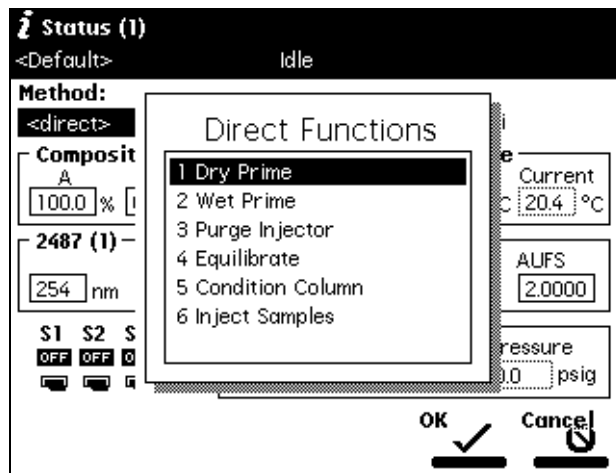

图 4-7 导引功能菜单
2. 按 **Direct Function** (导引功能) 屏幕键。出现导引功能的列表, 如图 4-7 所示。表 4-2 介绍了每个导引功能。
5. 按 Status（状态）屏幕中的 **Direct Function**（导引功能）屏幕键。显示 Direct Functions（导引功能）菜单，如图 4-7 所示。
2. 按 Status（状态）屏幕中的 **Direct Function（导引功能）** 屏幕键。显示 Direct Functions（导引功能）菜单，如图 4-7 所示。
3. 按 **Direct Function**（导引功能）屏幕键。显示 **Direct Functions**（导引功能）菜单（请参阅图 4-7）。
1. 按 Status（状态）屏幕中的 **Direct Function（导引功能）** 屏幕键。显示 Direct Functions（导引功能）菜单（图 4-7）。
2. 按 **Direct Function**（导引功能）屏幕键。显示 Direct Functions（导引功能）菜单（图 4-7）。